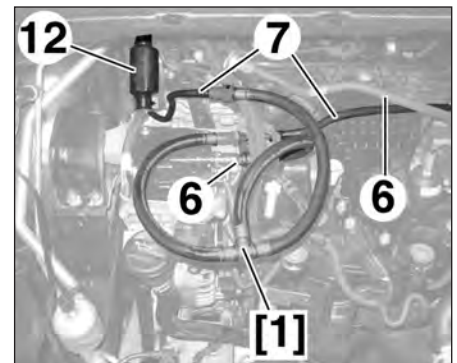

FIG.61
- Relier les raccords femelles (Ø 10 mm) de l'outil [1] en lieu et place de la canalisation (6) en sortie du filtre (Fig.61).
- Insérer les raccords (Ø 8 mm) de l'outil [1] dans le circuit de retour carburant (7).
- Actionner la pompe d'amorçage (12) pendant 1 minute.
- la canalisation (6),
- la canalisation (7).